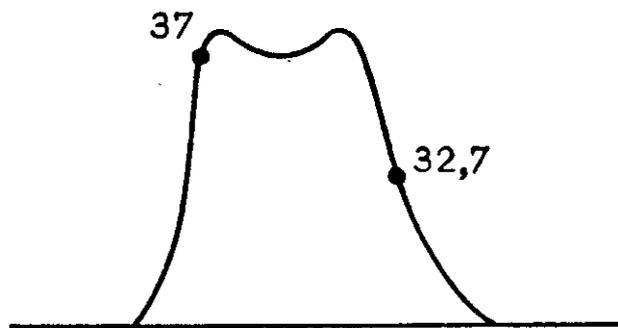

Fig. 5
- Retoucher légèrement les circuits de la barrette UHF **seule**, afin d'obtenir la courbe définitive de la figure 5. En cas de retouche importante, reprendre les réglages du début.